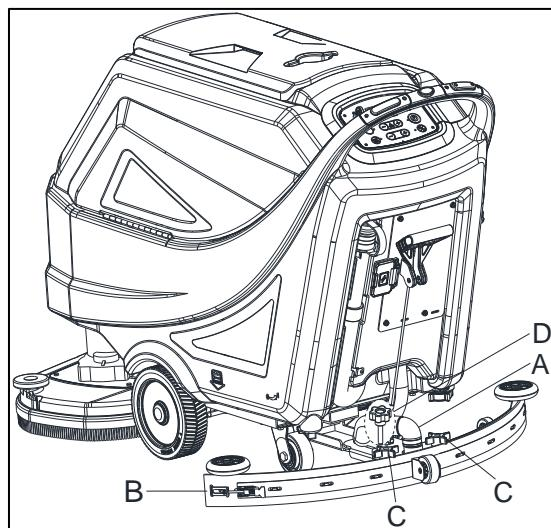
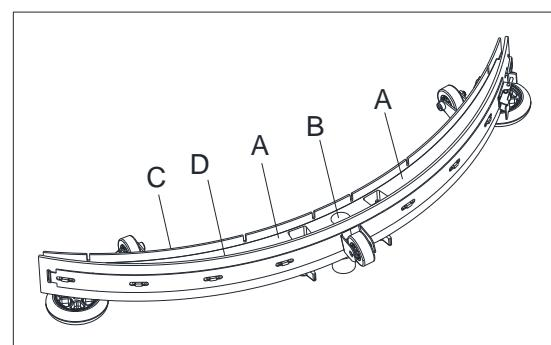
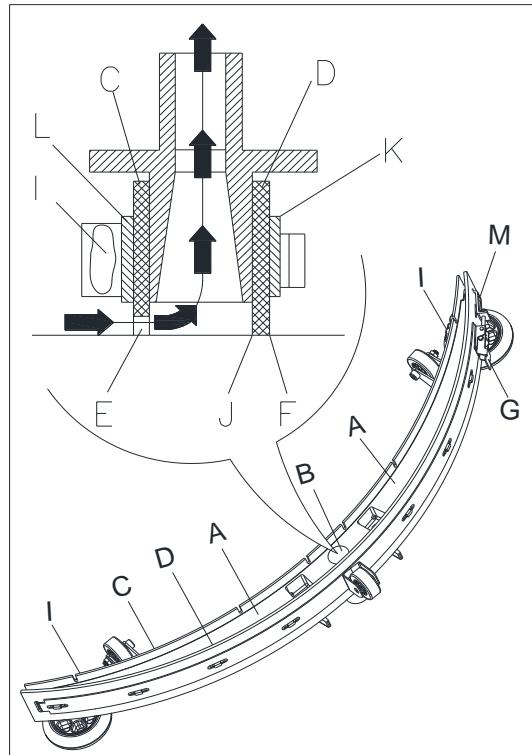

Figura 24
Figura 25
Figura 26
4. Desenrosque las perillas (C Figura 24) y quite la boquilla (B).
5. Desconecte el tubo de aspiración (A) de la boquilla.
6. Limpie la boquilla del limpiador de acero o de aluminio (Figura 25). Limpie sobre todo los huecos (A) y el orificio (B). Controlar que los cauchos delantero (C) y trasero (D) estén en buenas condiciones, que no sean cortados o desgarrados; de lo contrario, sustituirlos (véase el procedimiento en el párrafo siguiente).
2. Compruebe si los bordes (E, Figura 26) del caucho delantero (C) y los bordes (F) del caucho trasero (D) están en el mismo nivel, en su longitud; si es necesario ajuste su altura de acuerdo con el siguiente procedimiento:
- Desenganche el tirante (G), desenganche los retenes (M) y ajuste el caucho trasero (D); luego enganche los retenes (M) y fije con el tirante (G).
- Afloje las perillas (I) y ajuste el caucho delantero (C), luego apriete las perillas.
3. Compruebe que los cauchos delantero (C) y trasero (D) estén en buenas condiciones, que no estén cortados o desgarrados, de lo contrario, sustituirlos mediante el procedimiento siguiente. Compruebe que el borde delantero (J) o el caucho trasero (D) no estén desgastados; si es necesario, gire el caucho para sustituir el borde desgastado con uno íntegro. Si todos los bordes están desgastados, sustituir el caucho, mediante el procedimiento siguiente:
- Quite el tirante (G), desenganche los retenes (M) y quite la cinta de sujeción (K), luego sustituya el caucho trasero (D). Monte la lámina en orden contrario al desmontaje.
- Desenrosque las perillas (I) y quite la cinta de sujeción (L), luego sustituya el caucho delantero (C). Monte la lámina en orden contrario al desmontaje. Después de sustituir (o girar) los cauchos, ajuste su altura, como se indica en el punto anterior.
4. Conecte el tubo de aspiración (A, Figura 24) con la boquilla.
5. Monte la boquilla (B) y enrosque las perillas (C).
6. Si es necesario, ajuste la estabilidad de la boquilla mediante la perilla de ajuste (D).